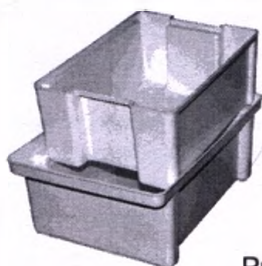

Рис. 23
- 8 Выключите ультразвуковой генератор, снимите УЗ-излучатель с емкости-контейнера и установите поддон с инструментами в выемки в верхней части корпуса для стекания раствора (рис. 23).